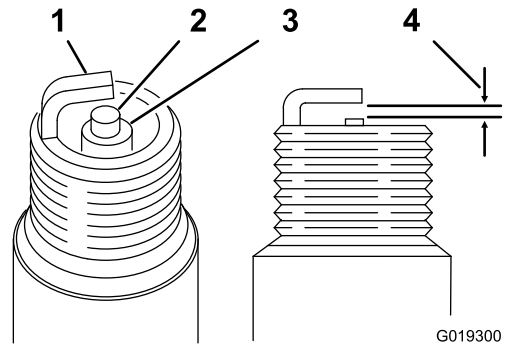

Figura 56
3. Compruebe el estado del electrodo lateral, el electrodo central y el aislamiento del electrodo central para verificar que no están dañados (Figura 56).
4. Ajuste el hueco (Figura 56) entre los electrodos central y lateral a 0,81 mm.